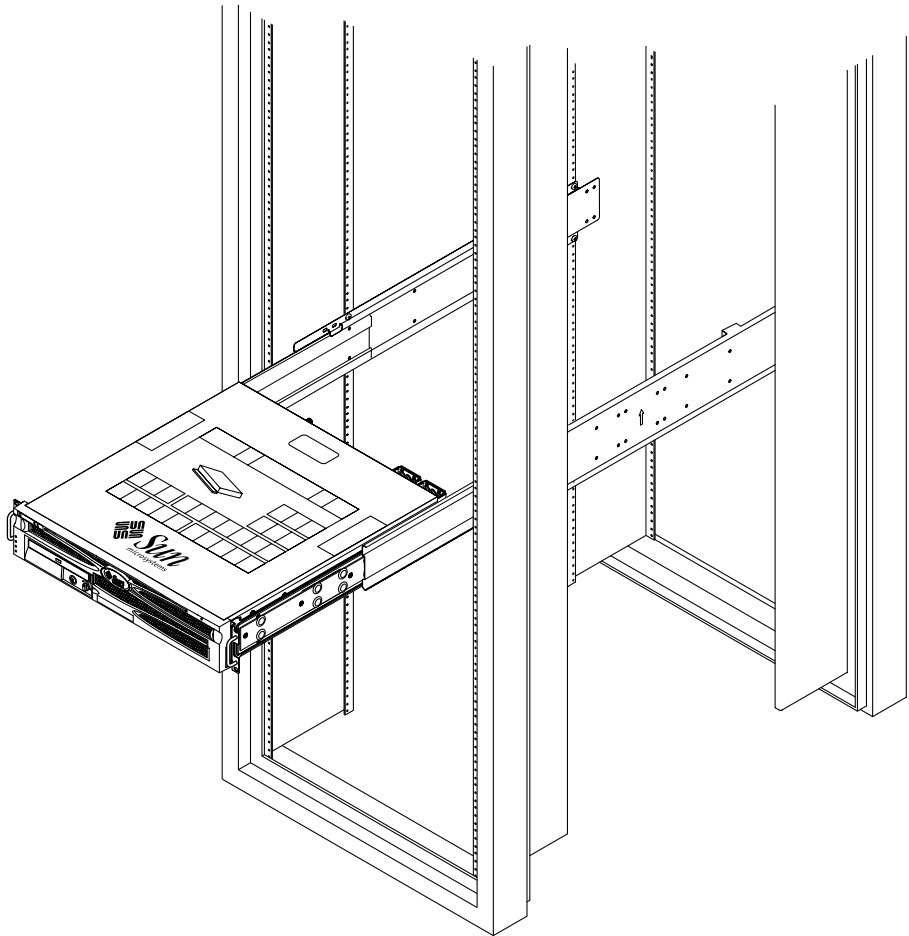

ABBILDUNG 3-12 Einschleiben des Systems in das Rack
14. Drücken Sie die Schienenknöpfe ein und schieben Sie das System vollständig in das Rackgehäuse (ABBILDUNG 3-12).